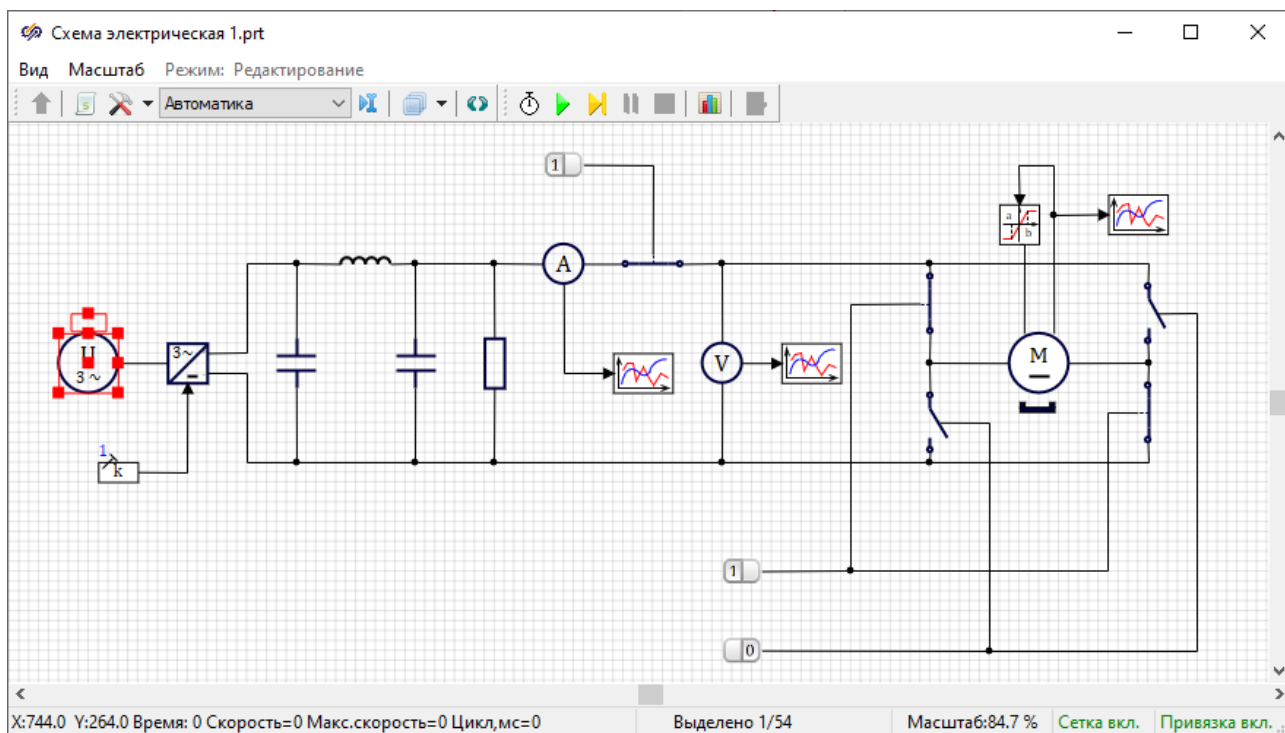

Рисунок 3.5.1. Выбор блока «Источник напряжения 3-фазный» на схемном окне.
- 1) Нажатием левой кнопки мыши выделите блок, свойства которого необходимо изменить (Рисунок 3.5.1).